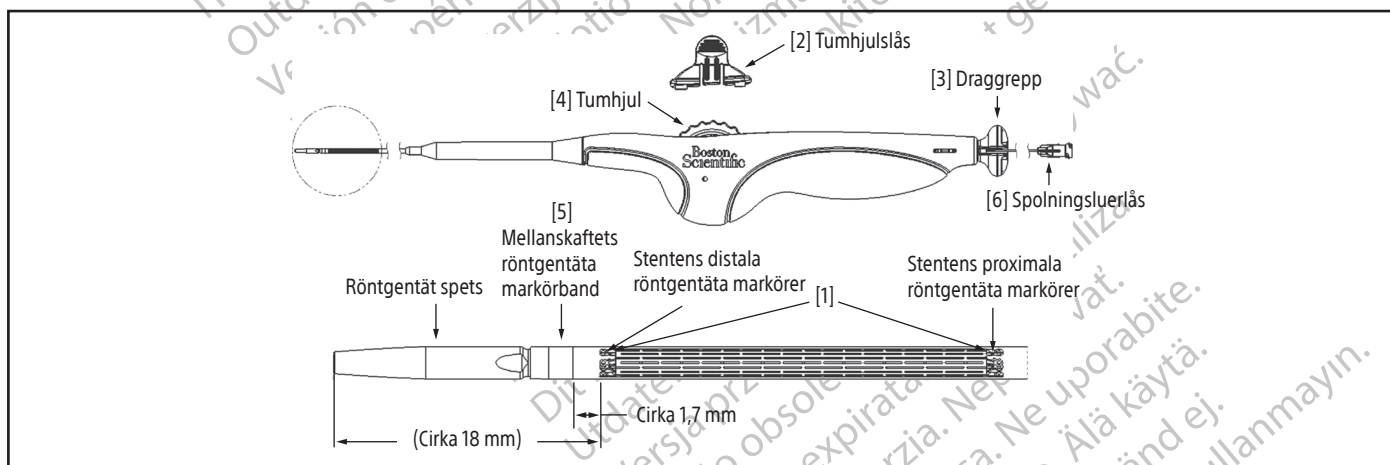

Bild 1. Stentinsättningssystem
8. Ta bort spolningsluerlåset [6] (genom att dra i sprutan eller spolningsluerlåset [6]) (**bild 1**).
Förfarande vid stentutvidgning (bild 1)